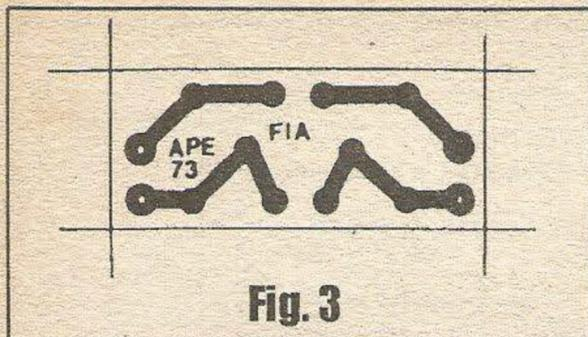

Fig. 3
- FIG. 3 - LAY OUT DO CIRCUITO IMPRESSO ESPECÍFICO - A plaquinha do FIA é uma merrequinha, com seus meros 1,5 cm. de largura, por 3,5 cm. de comprimento, e assim até uma lasca ou pequena tira de fenolite cobreado, largada lá no fundo da sucata aí do caro leitor, servirá perfeitamente...! Depois de recortado nas dimensões indicadas, o substrato deve receber a a cópia e traçagem do padrão cobreado, visto em tamanho natural (1:1) na figura... A operação é simplíssima, já que não existem mais do que uma dúzia e pouco de ilhas/furos e uma dezena de pequenas trilhas ou filetes de interligação, em padrão elementar e simétrico... Tanto decalques ácido resistentes, quanto tinta (mesmo daquelas canetas descartáveis, baratas...) apropriada, podem ser usados... Depois a corrosão, furação e limpeza, tudo dentro do convencional... Apesar da extrema singeleza, a plaquinha exige (como todo impresso, na sua finalização...) uma conferência atenta, verificando-se se não restaram percursos cobreados incompletos, ou então curtos indevidos, defeitos que devem ser cuidadosamente corrigidos antes de se iniciar as inserções e soldagens de componentes...